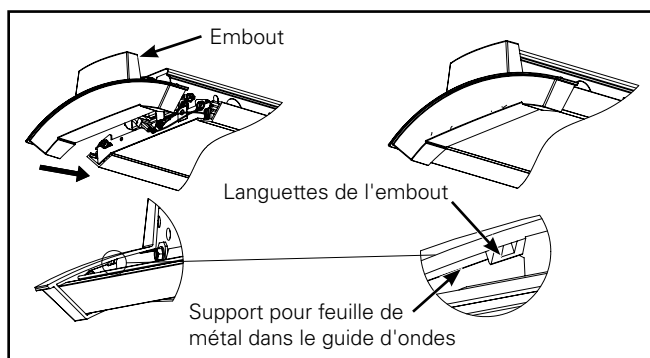

Figure 29.
12. Retirez les embouts de la boîte de pièces, fixez les embouts au luminaire. Repliez le faisceau de câblage et le fil de sécurité lors de l'installation. Les languettes des embouts doivent s'insérer complètement dans le support en métal. (Figure 29.)